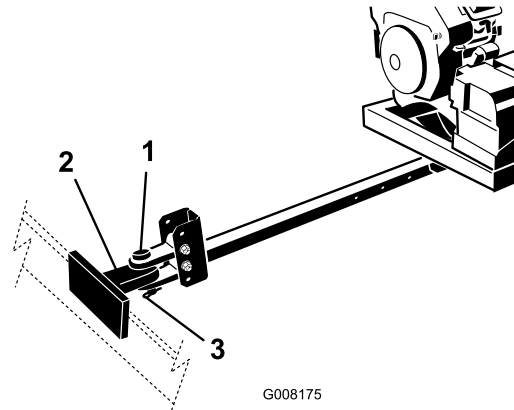

Figura 6
4. Ligue o engate da forquilha do soprador ao engate do veículo de reboque com o pino de engate e o contrapino (Figura 6).